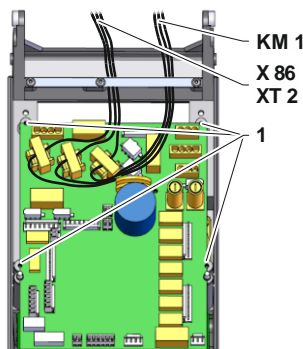

Fig. 3: Retirer le GIF-51
- Retirer les vis (marquage 1 → Fig. 3) sur les côtés de la platine.